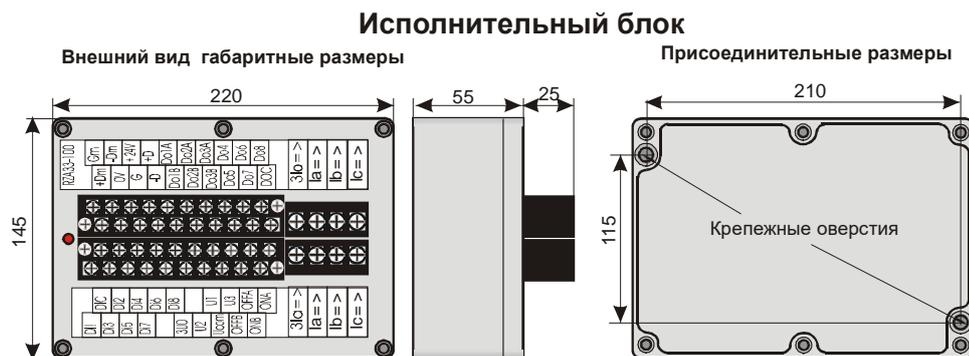

Рис.2-1 - Внешний вид и габаритные и присоединительные размеры исполнительного блока
2.2.1.2 Внешний вид и габаритные размеры блока приведены на рис. 2-1.